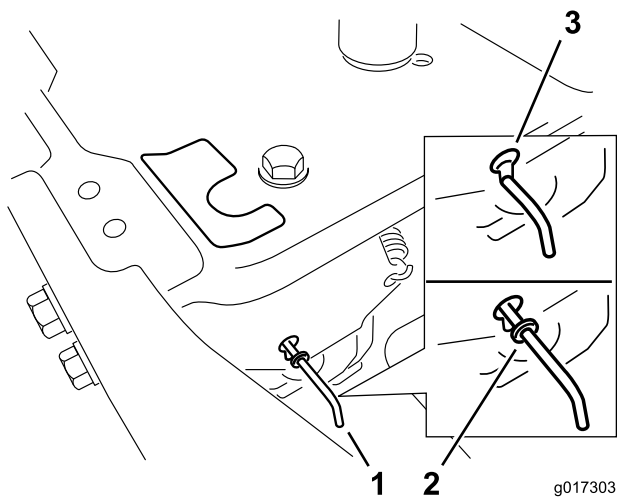

Figure 23
4. Amenez les leviers de dérivation en avant dans l'encoche en trou de serrure, puis vers le bas pour les verrouiller en position, comme montré à la Figure 23. Assurez-vous de le faire pour chaque levier.
Déplacez les leviers de dérivation en arrière dans l'encoche en trou de serrure, puis vers le bas pour les verrouiller en position, comme illustré (Figure 23). Assurez-vous de le faire pour chaque levier.